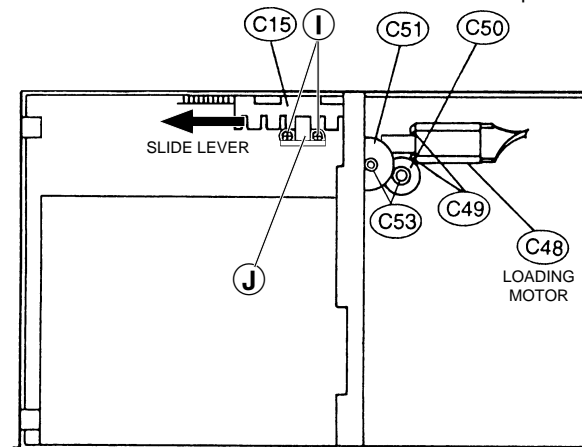

Fig. 5
- Kunststoffscheiben **C53** (Fig. 5) abziehen.
- 2 Schrauben **C49** herausdrehen (Fig. 5).
- 2 Schrauben **I** herausdrehen (Fig. 5).
- Loosen and remove the plastic washers **C53** (Fig. 5).
- Undo 2 screws **C49** (Fig. 5).
- Undo 2 screws **I** (Fig. 5).
- Die Laufwerkmechanik durch Bewegen des Schiebers **C15** "Slide Lever" in Pfeilrichtung (Fig. 5) nach oben fahren.